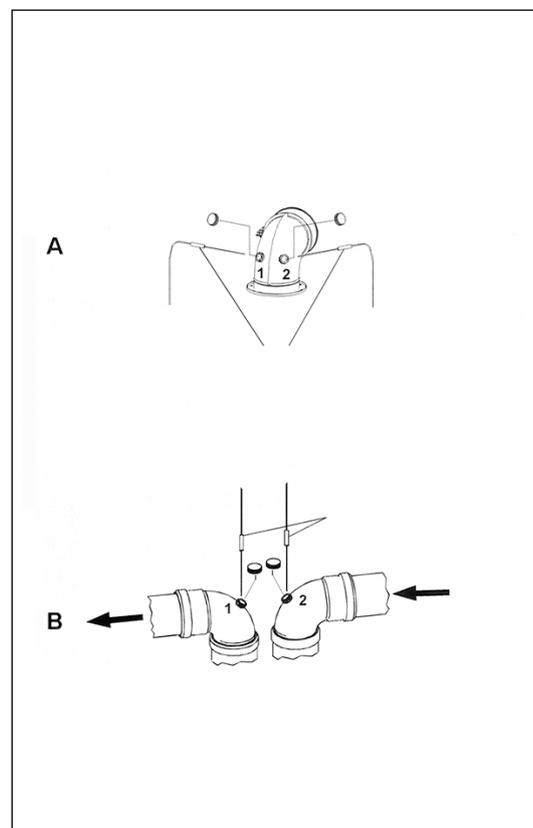

Fig. 13 Esempi di punti di rilevazione fumi
- misura dell'aria comburente prelevata nell'apposito foro 2 (vedi rif. **A** Fig. 13 Esempi di punti di rilevazione fumi).
- misura della temperatura fumi e della CO₂ prelevata nell'apposito foro 1 (vedi rif. **A** Fig. 13 Esempi di punti di rilevazione fumi).
- misura dell'aria comburente prelevata nell'apposito foro 2 (vedi rif. **B** Fig. 13 Esempi di punti di rilevazione fumi).
- misura della temperatura fumi e della CO₂ prelevata nell'apposito foro 1 (vedi rif. **B** Fig. 13 Esempi di punti di rilevazione fumi).